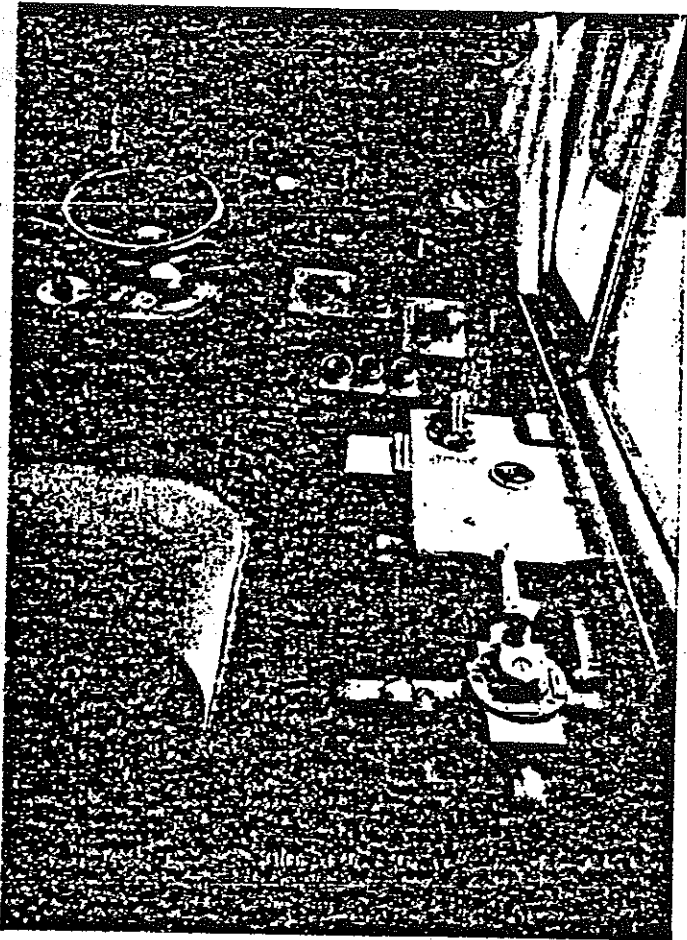

Figura 12. Llave de 4 vías en posición FRENO DIRECTO
- (3) , Cambiar la llave de 4 vías LL4V (Figura 12) de la posición "FRENO DIRECTO" a la posición "FRENO AUXILIAR"